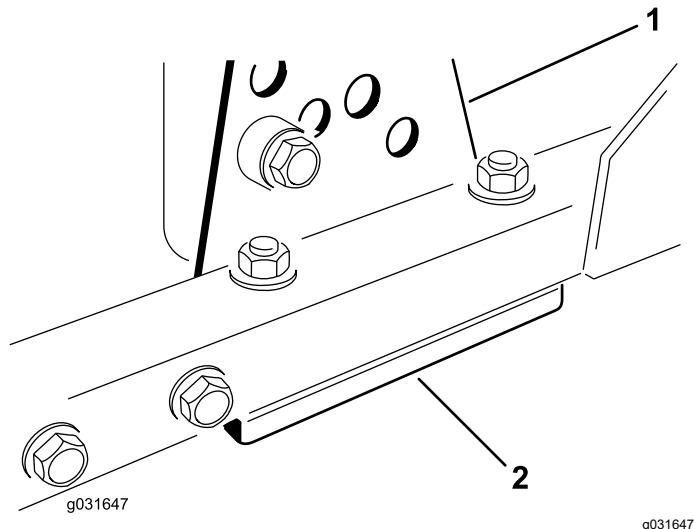

Figura 71
1. Retire o suporte da altura de corte (frente, esquerda ou direita) da estrutura da unidade de corte (Figura 71).
2. Ajuste os calços de 1,5 mm e/ou de 0,7 mm entre a estrutura da unidade de corte e o suporte para obter a altura de corte pretendida (Figura 71).
3. Instale o suporte da altura de corte na estrutura da unidade de corte com os calços restantes debaixo do suporte da altura de corte (Figura 71).